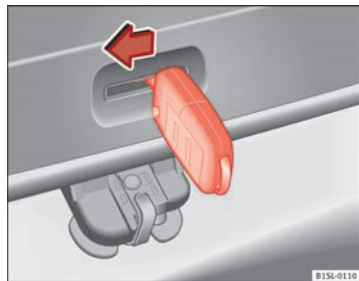

Fig. 137 A partir do porta-bagagens: Destrançagem de emergência da porta do porta-bagagens.
- Introduza o palhetão da chave na ranhura da porta do porta-bagagens ⇒ Fig. 137 e empurre a alavanca de desbloqueio no sentido da seta para desbloquear o porta-bagagens. ■